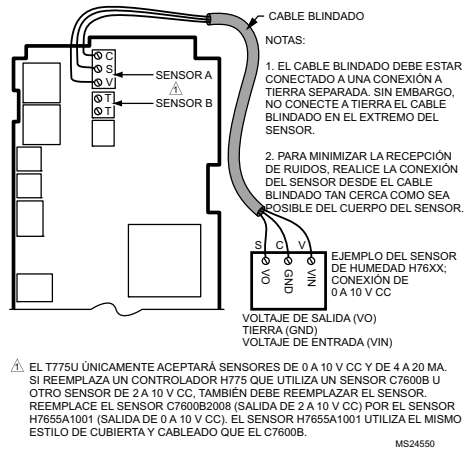
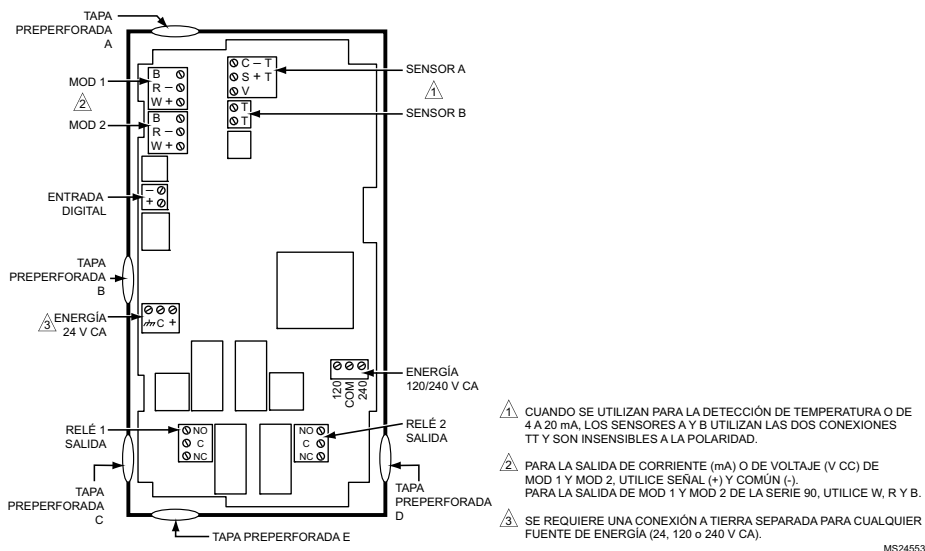
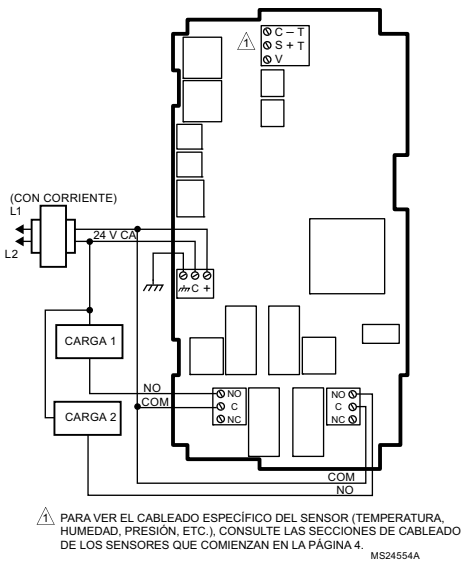

Fig. 5. Cableado de los sensores: conexión del cable blindado de 3 alambres del sensor A al sensor de 0 a 10 V CC (se muestra el sensor de humedad H76xx).
Fig. 11. Ubicaciones de los elementos y de los terminales del T775U.
Fig. 12. Cableado del control de dos etapas: entrada de 24 V CA y carga de 24 V CA.
Los sensores en las Fig. 5 – 8 que comienzan en la página 6 son ejemplos e ilustran el voltaje y el cableado de corriente de los sensores de 3 alambres y de 2 alambres al terminal del sensor A. Para ver los detalles de cableado del terminal, consulte la Fig. 11 y la Tabla 2 en la página 9. Se admiten otros sensores. Consulte las descripciones de los sensores en la página 2.
1. Otros transmisores pueden conectarse de la misma manera. Por ejemplo, el cableado de 0 a 10 V CC que se muestra en la Fig. 5 de la página 6 con el sensor H76XX también puede realizarse con el P7640 o con cualquier otro transmisor.
Consulte la Fig. 11 en la página 9 para ubicar la entrada de energía adecuada, la entrada de los sensores remotos, el bajo voltaje, el cierre de contacto y los terminales de salida de carga.
Se puede acceder a los terminales a través de los troqueles de los conductos estándar (A a través de E en la Fig. 11 de la página 9) ubicados alrededor del perímetro de la cubierta:
Los terminales de conexión de cableado se muestran en la Fig. 11 y se describen en la Tabla 2. Consulte las Fig. 12 a 19 que comienzan en la página 10 para ver las aplicaciones de cableado típicas del T775U.
Las Fig. 12 a 19 ilustran el cableado típico del controlador para diversas aplicaciones.